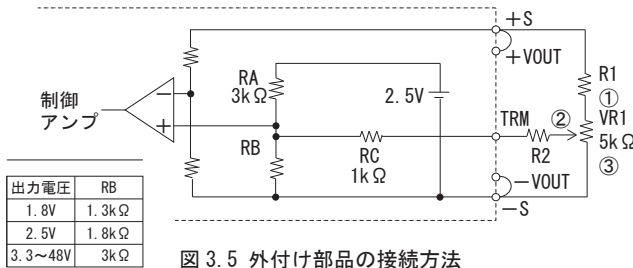

図 3.5 外付け部品の接続方法
- ボリューム (VR1) と抵抗 (R1, R2) を図 3.5 のように接続することで出力電圧を可変できます。